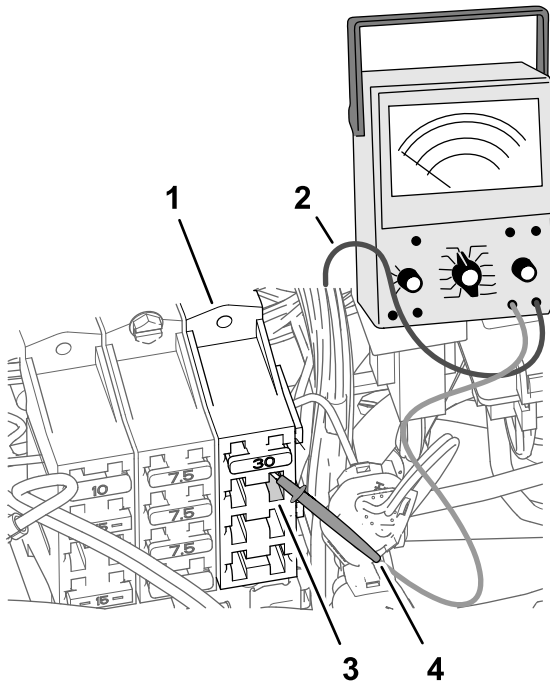

Bild 190
2. Stecken Sie am Sicherungskasten 3 der Maschine die Mehrfachmessgerätsende in den Kontakt 4 (die rechte Spalte) der Sicherungsfassung 2, wie in Bild 190 abgebildet.